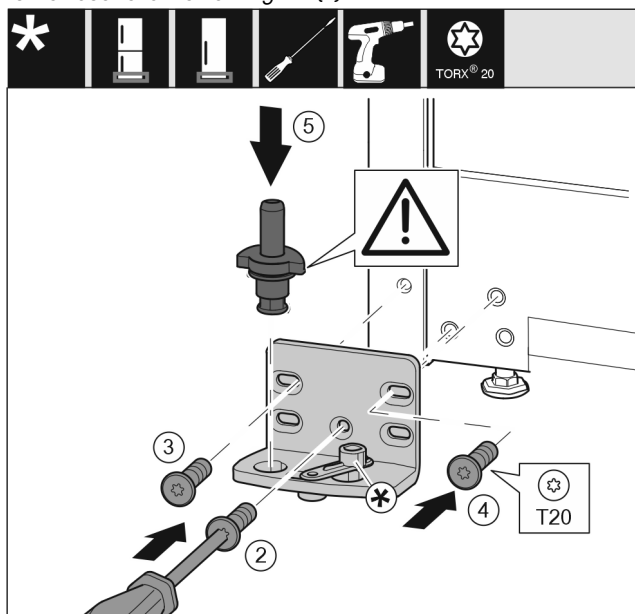

Fig. 13
- Helyezze fel a csapógybakot a másik oldalra, és húzza meg T20 csavarhúzóval. Alul középen a 2 számmal jelölt csavarral kezdjen. Fig. 13 (2)
- Húzza meg a 3 és 4 számmal jelölt csavart. Fig. 13 (3,4)
- Helyezze be teljesen a csapszeget. Közben ügyeljen arra, hogy a bekattanó bütyök hátrafelé mutasson. Fig. 13 (5)